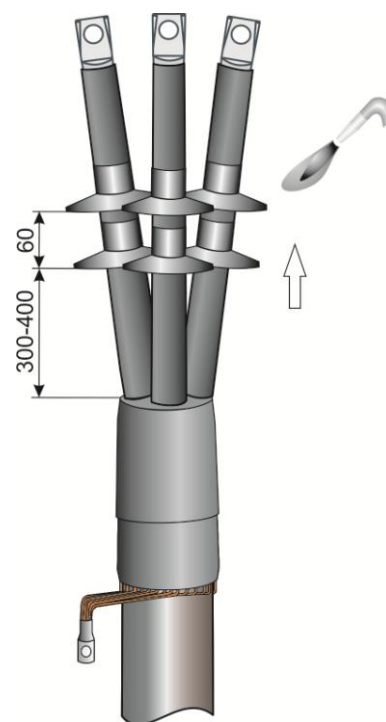

Рис.14
14. На жилы кабеля надеть фазные изоляторы и усадить их в соответствии с Рис.14.